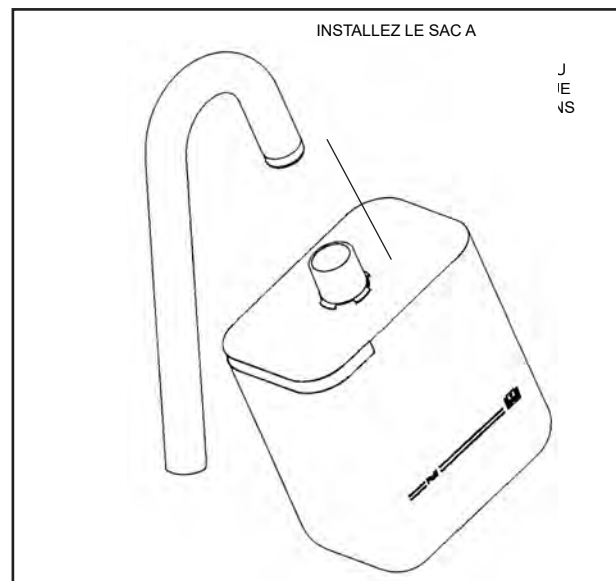

Figure 2
1. Installez le sac à poussières en appuyant son extrémité sur le tuyau d'évacuation jusqu'à ce que l'anneau se verrouille dans la rainure (figure 2). On y parvient plus facilement en appuyant sur l'arrière de l'ouverture du sac avec la paume de la main.